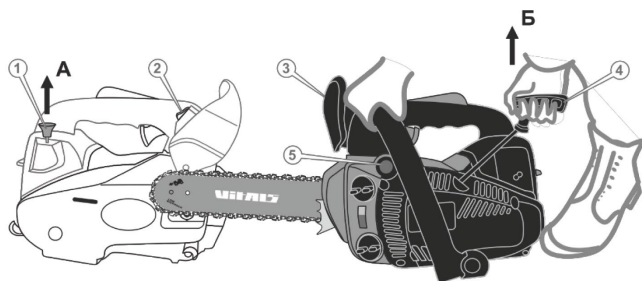

Рисунок 8. Схема пуску та зупинки двигуна.
4. Встановити вимикач запалювання (2, рис. 8) у положення «Увімк» (I).
6. Встановити бензопилу на рівній поверхні та притиснути зверху (Рис. 8).
7. Подати паливо в карбюратор ручним насосом-праймером. Для цього натиснути 4–10 разів на ковпачок насоса (5, рис. 8), доки в ньому не з'явиться паливо.
8. Витягнути до упору важіль (1, рис. 8) пускової системи карбюратора у напрямку стрілки (А, рис. 8), щоб закрити повітряну засувку.
- спочатку обережно потягнути на себе руків'я стартера (4, рис. 8) у напрямку стрілки (Б, рис. 8), до упору;
10. Знову потягнути на себе руків'я стартера (4, рис. 8) для пуску двигуна. Після того, як двигун запрацює, повільно повернути руків'я стартера у початкове положення.